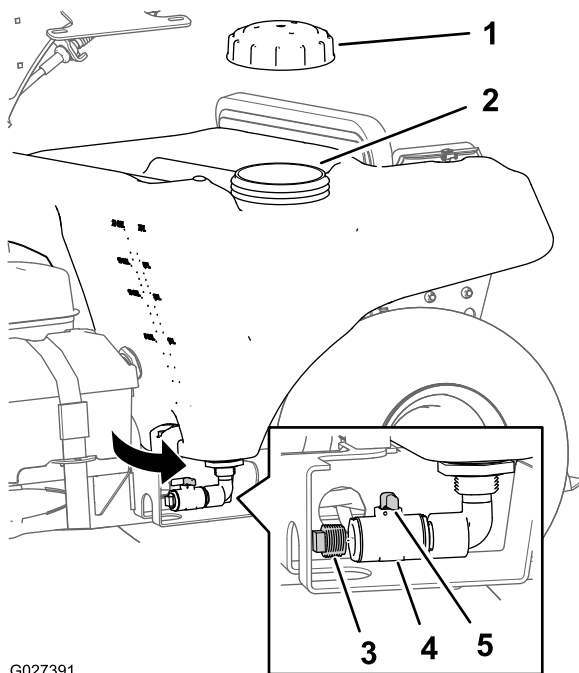

Figura 39
2. Asegúrese de que las palancas de los patrones de fumigación estrecho y ancho están en la posición de CERRADO y que la maneta de la válvula de vaciado del depósito está girada 90° en sentido antihorario a la posición de CERRADO (Figura 39).
4. Abra el tapón del depósito de fumigación (Figura 39).